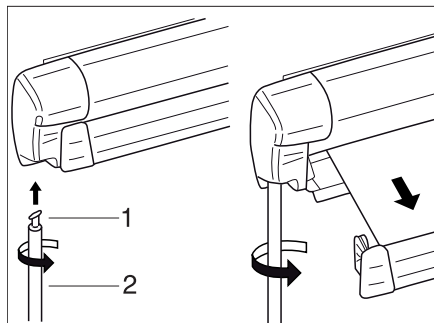

Bild 36 Markis
- Haka in vevstakens (Bild 36,2) hake (Bild 36,1) i drivmekanismens ögla och vrid den 90°.